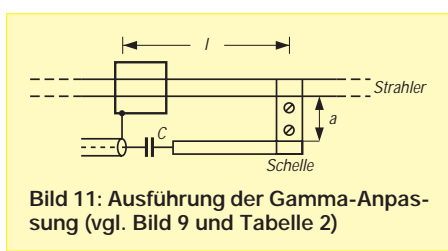

Bild 11: Ausführung der Gamma-Anpassung (vgl. Bild 9 und Tabelle 2)
**Tabelle 2: Konstruktion bei Gammaanpassung** (s. Bild 11)
3. Klassische Gammaspesung, Abmessungen wie in Tabelle 2 und Bild 11. Da Aluminiumrohr in 6-m-Längen gehandelt wird, bietet es sich an, zwei Yagis zu bauen, die nach Stocken eine optimale Lösung für Portabel-Betrieb bilden.